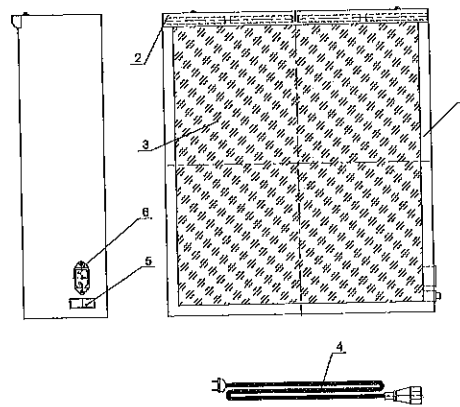

Рис.1 Общий вид
5.1 Неттоскоп (рис.1) состоит из корпуса 1, лампы прижимной 2, просекающего экрана 3, сетевого шнура 4. Внутри корпуса расположено электрооборудование и контактная лампа. На боковой стене корпуса расположен переключатель 5 (включен/выключен лампы) и сетевой штекер 6 для присоединения сетевого шнура 4.